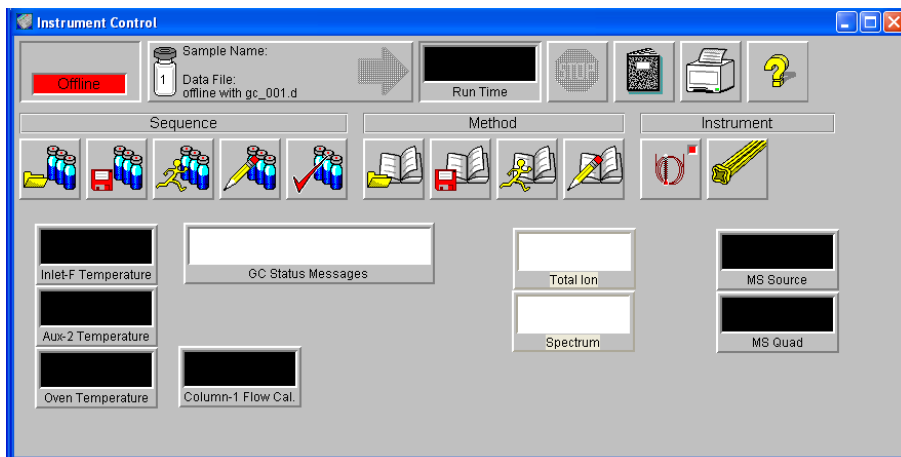

Figura 14 Organización de monitores
- 8 Haga clic y arrastre cada monitor a la posición deseada. Consulte la Figura 14 para ver una forma de organizar los monitores.